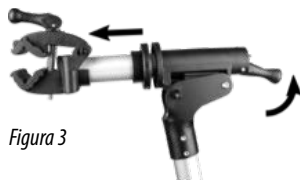

Figura 3
Nel caso in cui si desideri fissare la bicicletta in una posizione diversa o ad es. dal canotto reggisella, è possibile ruotare il morsetto per telaio. A tale scopo occorre allentare il bloccaggio del meccanismo rotante spingendo verso l'alto la leva piccola (pos. 10 dello schema), quindi sollevando la leva di bloccaggio (pos. 11 dello schema). Così facendo si libera la dentatura del meccanismo rotante, figura 3.